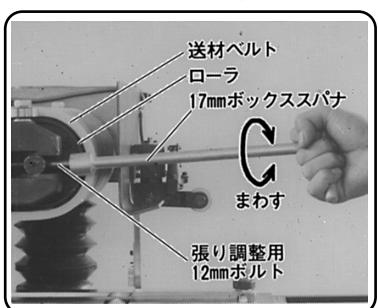

図 8
送材ベルト(図8参照)にごみや切りくずが付着していると誤動作の原因となります。送材ベルトに付着しているごみや切りくずは取除いてください。
注 • 送材ベルト(図8参照)にシリコンスプレー液がかかりますと、木材がスリップする原因となります。
⑫ 停止スイッチ	停止を押すと、送材ベルト(図8参照)が停止します。
張り具合は、送材ベルトの回転を見ながら手前および奥側の張り調整用12mmボルト2個を付属の17mmボックススパナで交互にまわして調整します。(図8)